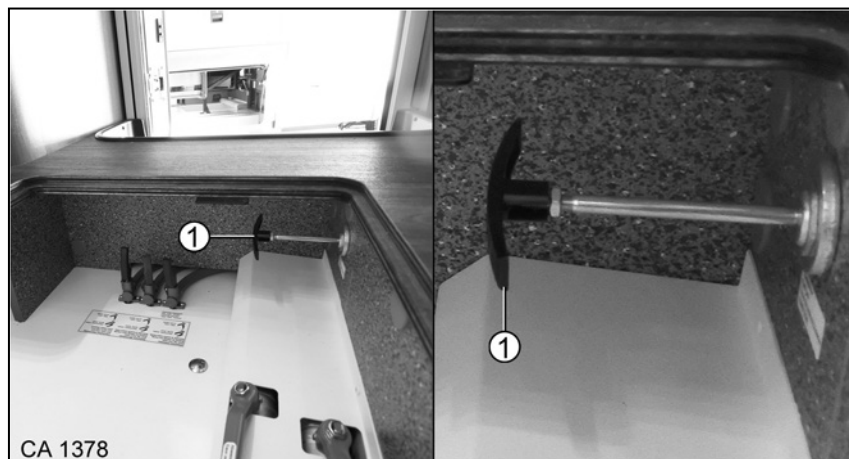

Fig. 173 Poignée de l'obturateur de la sortie du réservoir des eaux noires
2. Tirer la poignée de l'obturateur de la sortie (Fig. 173/1) jusqu'en butée. Le réservoir des eaux noires est maintenant ouvert.